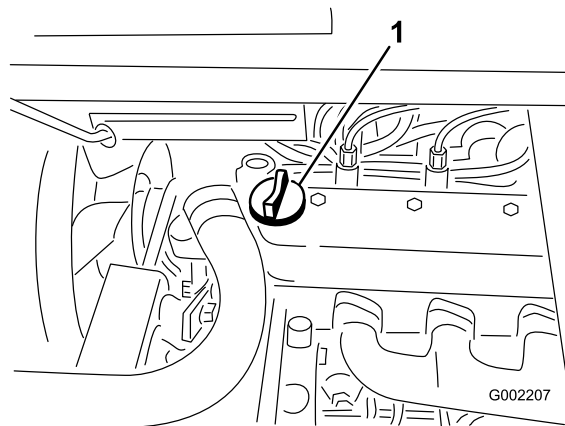

Figure 40
3. Si le niveau d'huile est bas, enlevez le bouchon de remplissage du couvre-culasse (Figure 40) et ajoutez la quantité d'huile nécessaire pour amener le niveau au repère maximum sur la jauge. Reportez-vous à la section Vidange de l'huile moteur et remplacement du filtre à huile, pour connaître le type d'huile et la viscosité qui conviennent. Versez l'huile lentement